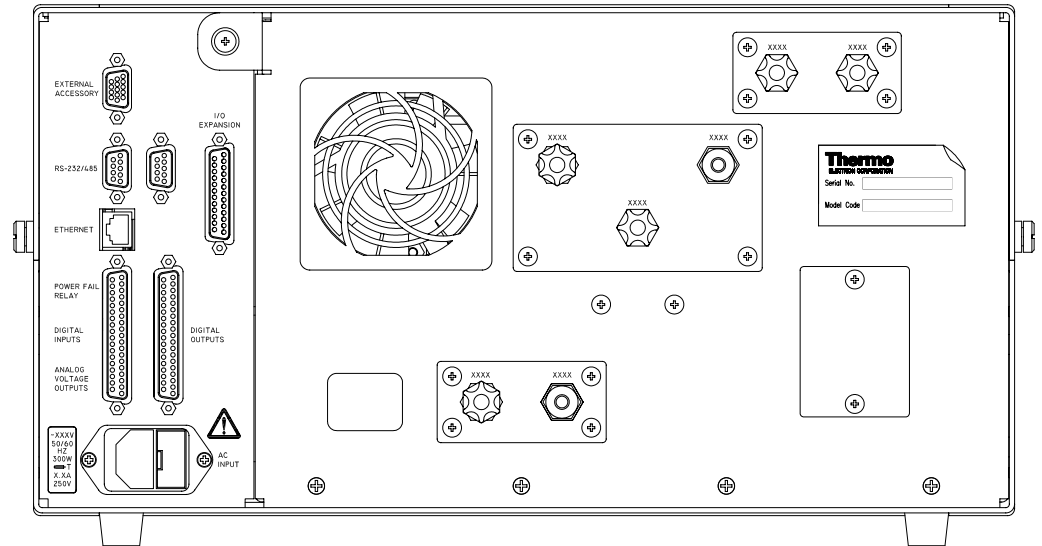

Abb. 2-3. Modell 49i Rückseite des Gerätes
1. Schließen Sie die Probenahmeleitung an die mit dem Wort SAMPLE gekennzeichnete Schottverschraubung auf der Rückseite des Geräts an (**Abb. 2-3**). Vergewissern Sie sich dabei, daß die Probenehmeleitung nicht durch schmutzige, nasse oder inkompatible Materialien kontaminiert ist. Alle Rohrleitungen / Schläuche sollten aus FEP Teflon®, 316 rostfreiem Stahl, Borsilikatglas oder aus ähnlichem Material bestehen. Der Außendurchmesser sollte 1/4“ und der Innendurchmesser minimal 1/8“ betragen. Die Länge der Leitung sollte 3 m nicht überschreiten.